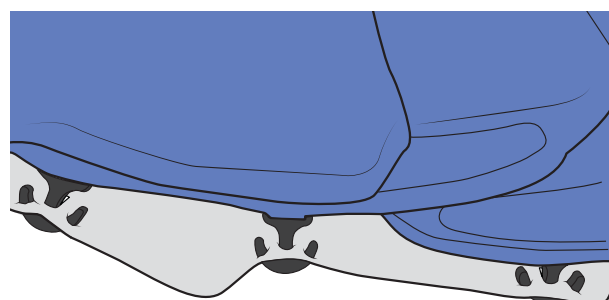

Figura 63
- Compruebe que todos los ganchos estén enganchados (consulte la figura 63).